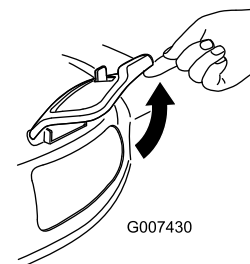

Figure 31
2. Lift open the side-discharge door (Figure 31).